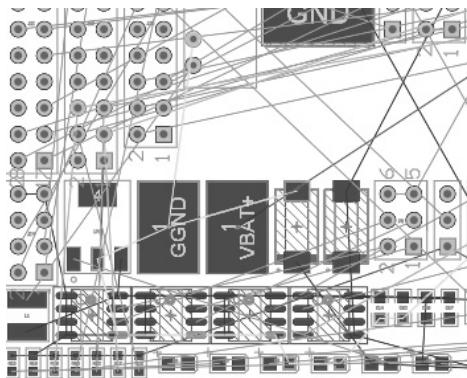

图 14-11 飞线密度
(1) 根据设计要求、飞线密度（如图 14-11 所示），可以评估需要两个走线层，同时考虑到信号质量，添加单独的 GND（地线）层和 PWR（电源）层来进行设计，所以按照常规层叠“TOP GND02 PWR03 BOTTOM”方式进行层叠。